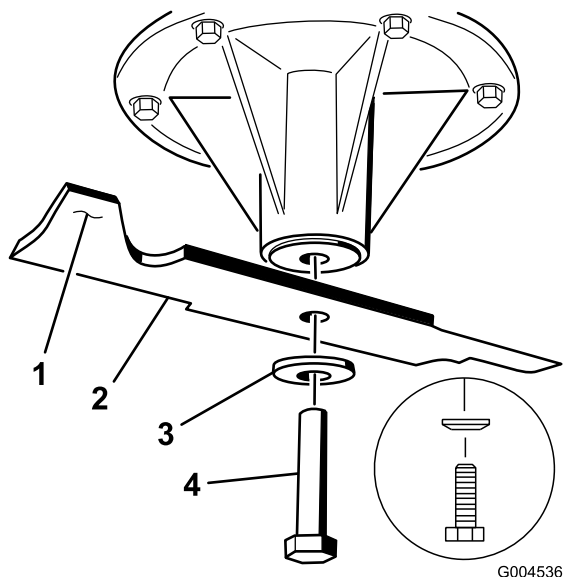
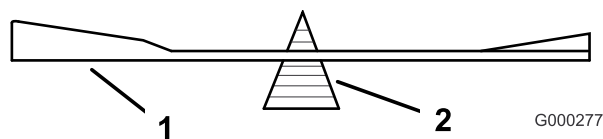

Figura 78
Figura 80
2. Retire del eje el perno de la cuchilla, la arandela curva y la cuchilla (Figura 78).
2. Verifique el equilibrio de la cuchilla colocándola sobre un equilibrador de cuchillas (Figura 80). Si la cuchilla se mantiene horizontal, está equilibrada y puede utilizarse. Si la cuchilla no está equilibrada, rebaje algo del metal en la parte de la vela solamente (Figura 78). Repita este procedimiento hasta que la cuchilla esté equilibrada.